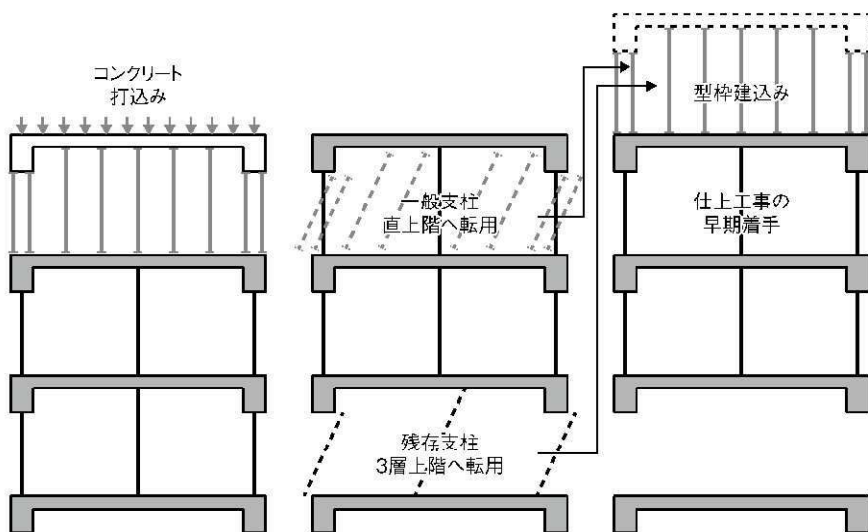

図1 支柱の一部残存三層受け工法の型枠転用計画
ント工法と同様に、「建築工事標準仕様書・同解説 JASS5 (日本建築学会)」に基づき、梁・スラブに加わる施工荷重などを安全に支持できるだけの強度を「適切な計算方法」から求め、その圧縮強度を実際のコンクリート圧縮強度が上まわることを確認する。これにより、スラブ下および梁下の一部の支柱のみを三層残存させて、それ以外の支保工を設計基準強度発現を待たずに早期に解体する工法である(図1, 写①)。